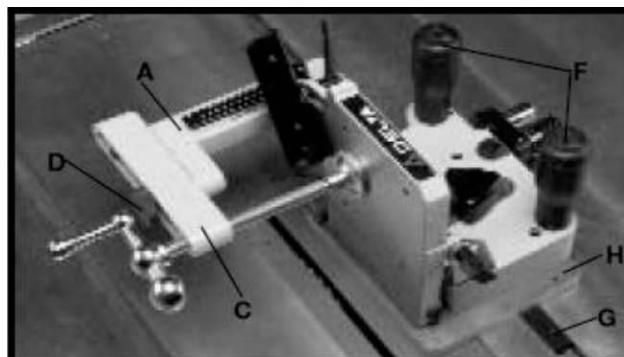

Рисунок 4
3. Прикрепите струбцину (C), Рис. 4, к прижиму струбцины (A), используя ручку (D), как показано на рисунке.
4. Прикрутите рукоятки (F), Рис. 4, к основанию (H), как показано на рисунке.
5. **ВАЖНО:** направляющая планка (G), Рис. 4, расположенная в основании (H), была настроена на заводе-изготовителе для работы с пильными дисками с возможностью наклонена вправо.
В этом случае обратитесь к инструкции "ВЫРАВНИВАНИЕ ШИПОРЕЗНОГО УСТРОЙСТВА". Если вы используете шипорезное устройство с пильными дисками с наклоном влево, направляющую планку (G) Рис. 4, необходимо переустановить на основании (H), как описано ниже: